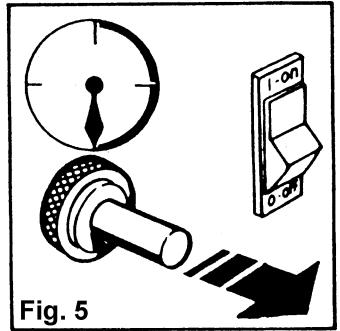

Fig. 5
- Quando o aparelho està aceso, manter o botão da valvula carregado durante 10 segundos (Fig. 5).